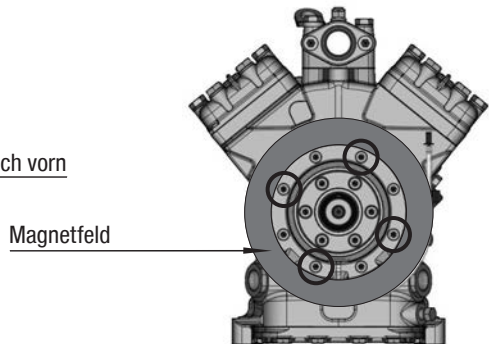

Abb. 9
- Magnetfeld auf den Passsitz aufschieben und wieder mit den vier Zylinderschrauben M8 befestigen (Abb. 9). Schraubenanzugsdrehmoment = 37 Nm.